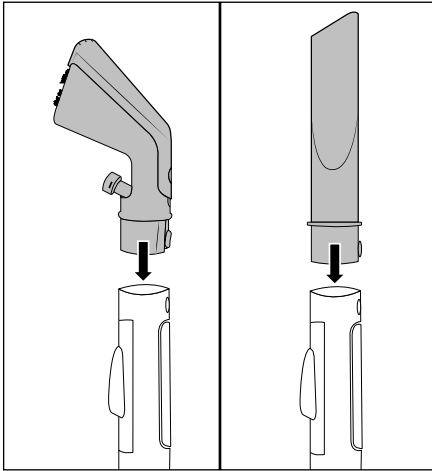

Abb. 3
- ◆ Stecken Sie die Polsterdüse **22** oder die Fugendüse **23** in den Sprüh-/Saugschlauch **19**, bis die Verriegelungstaste **25**/**32** einrastet (siehe Abb. 3).